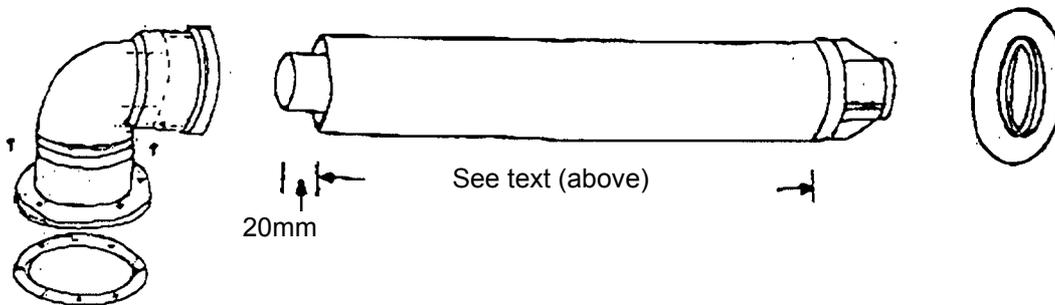

Fig. 12a
3.5.1a FITTING PLASTIC FLUE EXTENSIONS & ELBOWS (See Fig. 12a)